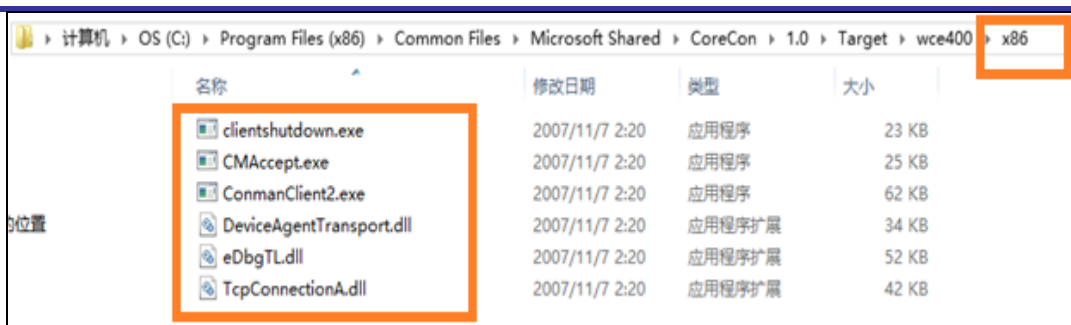

图 5-5 找到对应版本的 CoreCon 程序
- 建立连接需要用到 VisualStudio 提供的 CoreCon 程序，在开发机上找到下面的文件（注意，对于固高的控制器，请使用 X86 版本），如图 5-5 所示。将这些文件拷贝到 GEM 控制器的硬盘中，依次双击 clientshutdown.exe、ConmanClient2.exe、CMAccept.exe 启动。